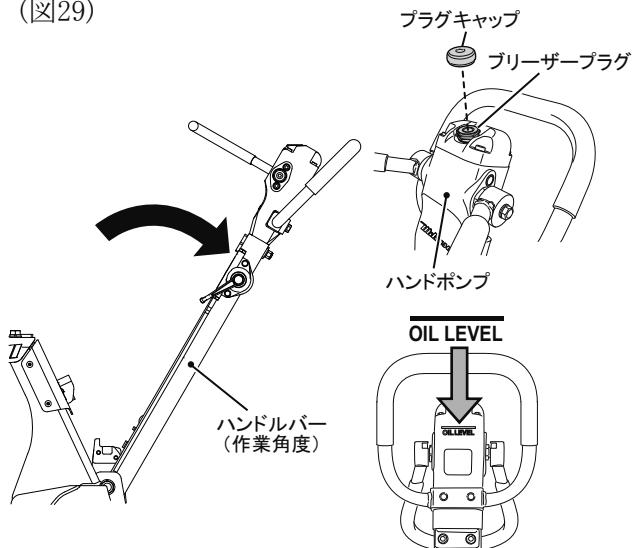
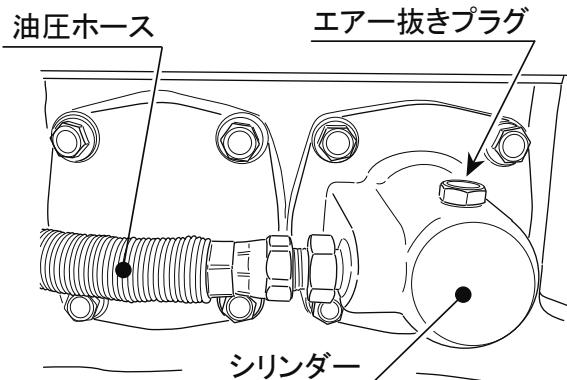

図 29
図 30
100時間運転毎に作動油を点検してください。ハンドルバーを作業角度にして油圧ハンドポンプ上部のブリーザープラグを外し作動油が規定量(OIL LEVEL)まで入っているか点検してください。(図29)
1. ハンドポンプのプラグキャップを外し、ブリーザープラグ(24mmレンチ)を外してから起振体側シリンダーに接続している油圧ホースを外し、走行レバーを前進にして、ポンプ内の作動油を抜きます。(図29,図30)
- 作動油を抜いた後、再度油圧ホースを起振体側シリンダーに取付けます。(図30)
- 起振体のシリンダ一部エアーバッキングを外ししばらくすると、オイルが出てきますので気泡が出なくなったら、バッキングを取り付けます。しっかりと締め付けてください。(図30)
- ハンドポンプ内の作動油の油面がオイルレベル(OIL LEVEL)と同じである事を確認し、ブリーザープラグを取り付けます。最後にブリーザーキャップを取り付けます。(図29)